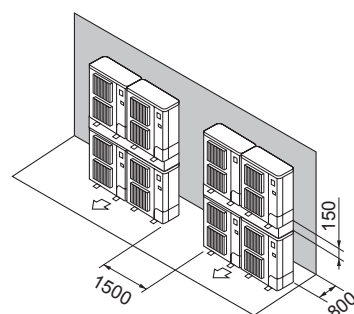

Fig. 2-18
- ⑦ Plassering av stablede enheter (Fig. 2-18)